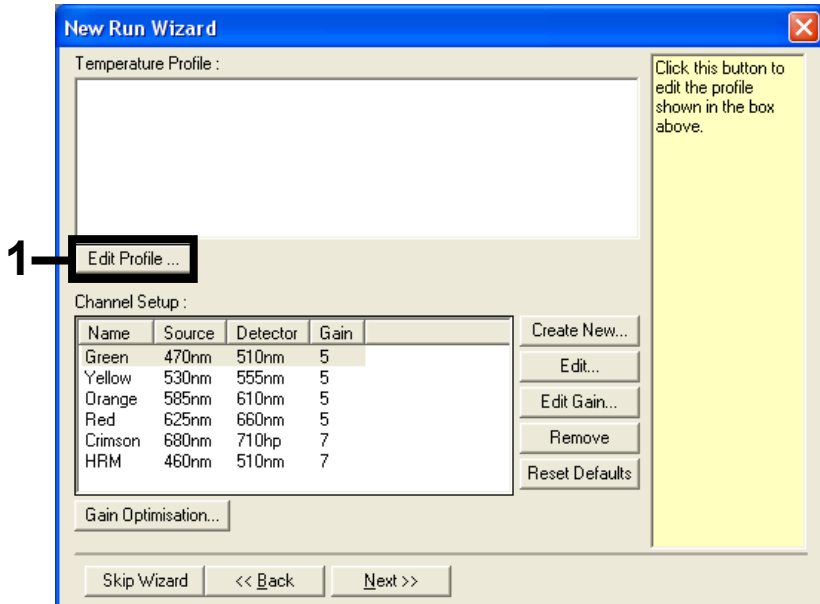

Abbildung 23. Bearbeiten des Profils.
5. Klicken Sie im Fenster „New Run Wizard“ (Assistent für neue Läufe) auf Edit Profile (Profil bearbeiten) (Abbildung 23) und programmieren Sie gemäß den Informationen in den folgenden Schritten das Temperaturprofil.